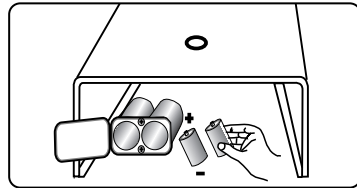

fig. 4
4.3. Encendido: (ver fig. 4 y 5):
- 4.3.1. Asegúrese que el gas está abierto y que su calentador tiene colocadas las dos pilas alcalinas (2x1,5 V tipo LR20) en su respectivo compartimento (fig. 4) y que están en buen estado y bien colocadas. El led verde (3) encendido indica que la pila se encuentra en mal estado.